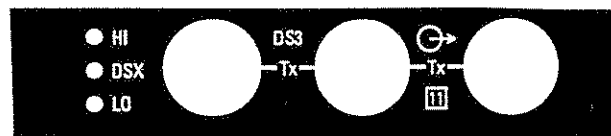

Figure 3-9: DS3 Transmit Jacks
3.2.7 DS3 Tx [11]: See Fig 3-9.